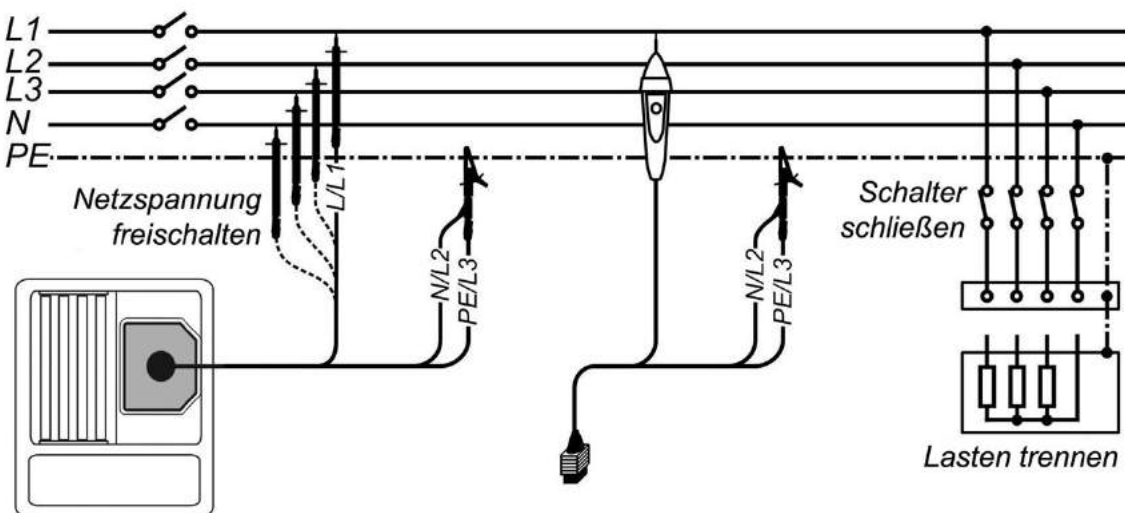

Abbildung 5.6: Anschluss der 3-Leiter-Prüfleitung und der optionalen Commander-Prüfspitze (044155)
- ❑ Kontaktieren Sie die Prüflleitungen an das Prüfobjekt (siehe Abbildung 5.6).